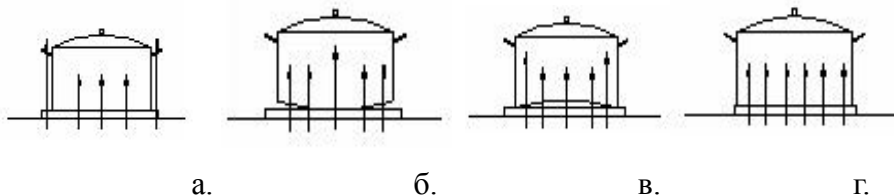

Рис. 6. Выбор посуды.
- для снижения расхода электроэнергии, ускорения процесса приготовления пищи и увеличения срока службы электроконфорок рекомендуется пользоваться кухонной посудой, имеющей ровное и плоское дно диаметром равным или несколько большего размера электроконфорки (рис.6 г). Рис. 6 а, б, в — неправильно.